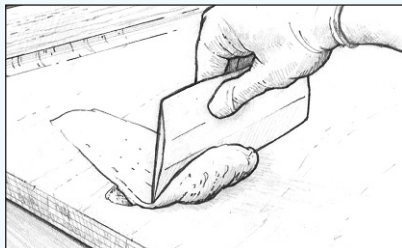

Figure 22 Appliquer les composants d'enduit pour remplir les trous et les modeler.
4. Etalez le mélange époxy épaissi avec une raclette en plastique et comblez les vides et les creux. Lissez le mélange jusqu'à obtenir la forme désirée, laissant le mélange légèrement plus haut que les surfaces environnantes (*Figure 22*). Enlevez tout excédent de mélange époxy épaissi avant qu'il ne durcisse. Si les trous à remplir font plus de 12 mm de profondeur, appliquez le mélange d'enduit en plusieurs fois en laissant chaque application durcir partiellement avant de continuer et/ou utilisez le durcisseur lent 206 ou le durcisseur extra lent 209 en fonction de la température ambiante.